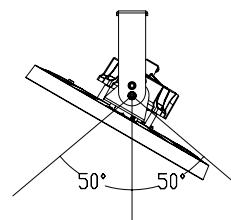

Figure 5
3. Ajustez l'angle : le luminaire peut être incliné jusqu'à 50° vers la gauche ou la droite pour un réglage vertical. (Voir la figure 5)